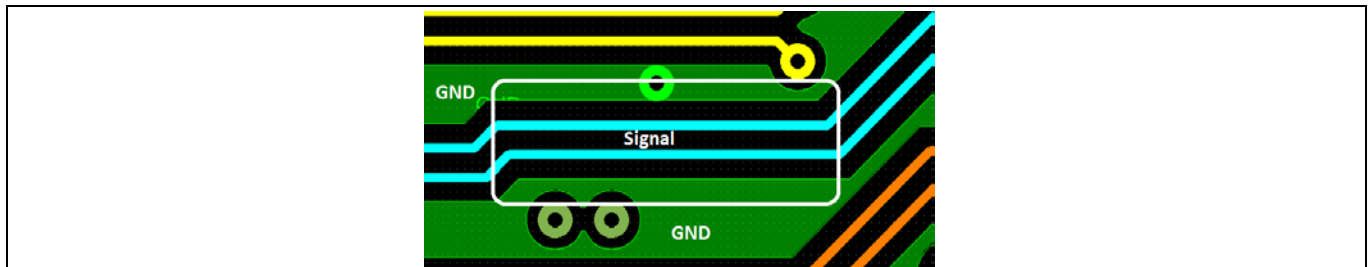

Figure 10 CPWG の例
- 接地コプレーナ線路 (CPWG) を送信ライン方式として選択する (Figure 10)